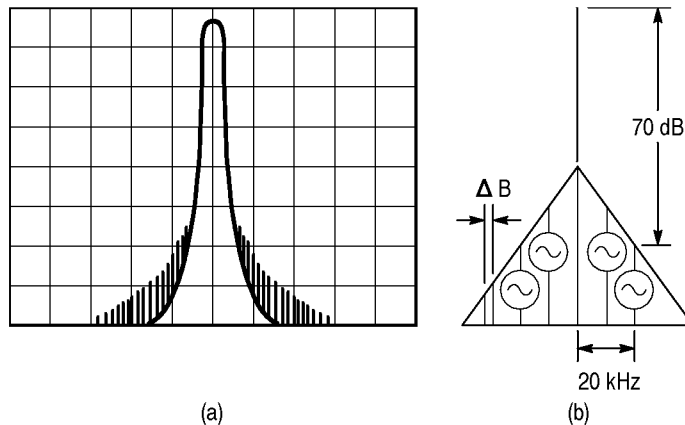

図 A-6 雑音側波帯
- (例) 雑音側波帯は、分解能帯域幅 1 kHz において、キャリアから 20 kHz 離れて -70 dB である。ノイズ・レベルは、一般に 1 Hz の帯域幅内に存在するエネルギーで表わすことがある (図 A-6(b))。これを 1 Hz 帯域帯で表現すると、以下ようになる。1 kHz の帯域帯のとき -70 dB であるから、1 Hz の帯域幅内にある信号は、これより約 $10 \log 1\text{Hz}/1\text{kHz}[\text{dB}]$ 、約 30 dB 低い値となる。よって、分解能帯域幅 1 kHz において、キャリアから 20 kHz 離れて -100 dBc/Hz である。